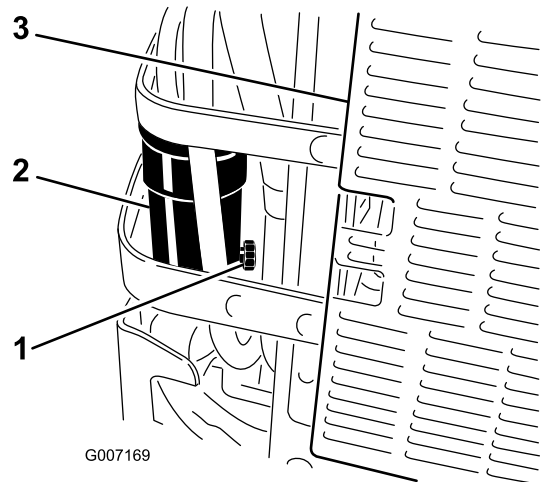

Figura 48
6. Abra la válvula de drenaje del separador de agua aproximadamente una vuelta para que se vacíen el agua y otros contaminantes (Figura 48).
7. Cierre la válvula de drenaje cuando salga solamente diésel combustible (Figura 48).